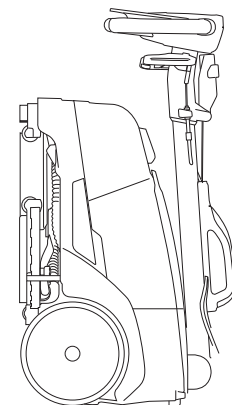

Fig.4
- Drehen Sie die Maschine in die stehende Position (Abb. 4).